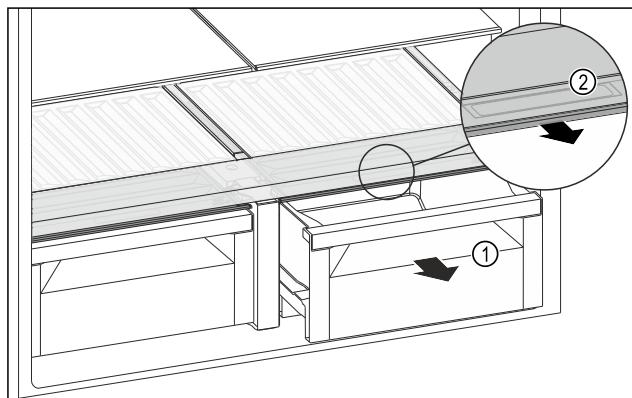

Fig. 129
- Витягніть висувний ящик Fig. 129 (1).
- Візьміться за потайну ручку Fig. 129 (2) на кришці відділення й одночасно потягніть кришку відділення вперед.